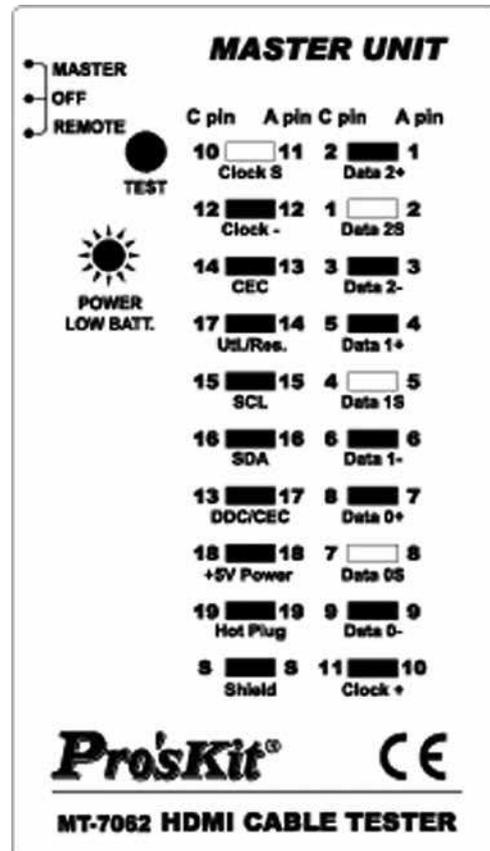

Рис. 3. Обрыв провода (Open)
- **Обрыв провода (Open):** сопровождается коротким звуковым сигналом, означает, что не все провода кабеля подключены, светодиоды с номерами этих проводов не светятся. Пример такой неисправности для кабеля HDMI А-А приведен на рис. 3.